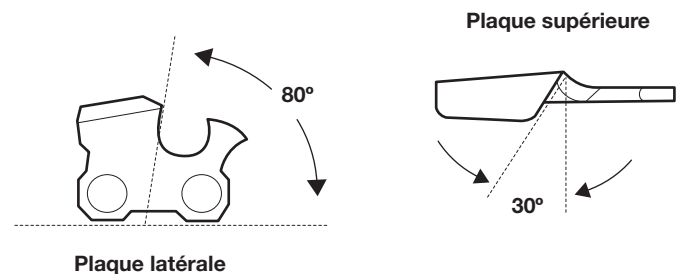

Fig. 38
- Faites quelques mouvements fermes sur chaque dent. Si le limage est correctement effectué, la plaque supérieure sera à un angle de 30° et la plaque latérale à un angle de 80° (Fig. 38). L'utilisation de la lime et du porte-lime adéquats produira automatiquement les bons angles.